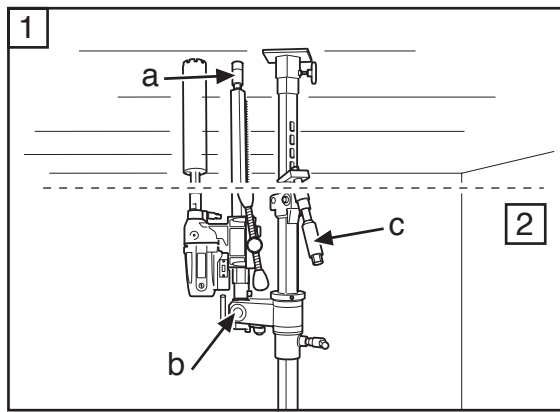

Fig. 13
3. Controllare che la vite del montante (a) nella colonna di foratura sia avvitata. Sollevare e bloccare la colonna di foratura in posizione verticale con il dado da 30 mm (b) (fig. 13).
3. Sicherstellen, dass die Stempelschraube (a) in der Bohrsäule eingeschraubt ist. Die Bohrsäule hochklappen und senkrecht mit der 30-mm-Mutter (b) sichern (Abb. 13).
3. Contrôler que la vis (a) du pilier de forage est complètement vissée. Sortir et verrouiller le pilier de forage en position verticale à l'aide de l'écrou de 30 mm (b) (Fig.13).
3. Controleer of de kolombout (a) op de boorkolom ingeschroefd is. Klap de boorkolom in verticale stand en zet vast met moer 30 mm (b) (Fig.13).
5. Avvitare la vite del montante al soffitto per fissare la colonna di foratura in posizione. Fissare con il dado di bloccaggio da 30 mm (a) (fig. 13). Utilizzare un profilo di legno o simile come distanziale.
5. Die Stempelschraube zur Fixierung der Bohrsäule in ihrer Position einschrauben und mit 30-mm-Sicherungsmutter (a) sichern (Abb. 13). Einen Holzstab oder dergleichen dazwischen legen.
5. Visser la vis du poteau contre le plafond afin de fixer le pilier de forage sur la position souhaitée et verrouiller à l'aide d'un contre-écrou de 30 mm (a) (Fig.13). Utiliser une règle en bois ou un instrument similaire comme pièce intermédiaire.
5. Schroef de kolombout tegen het plafond om de boorkolom in de stand te fixeren, zeker met borgmoer 30 mm (a) (Fig. 13). Gebruik een houten regel of iets dergelijks als tussenstuk.